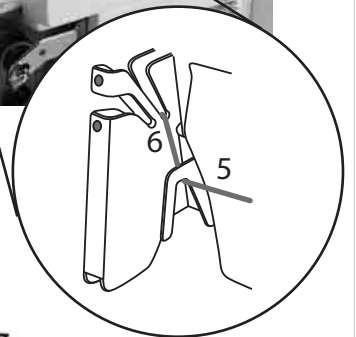

Rys.26
3. Przytrzymaj nitkę palcami, wsuń ją między tarcze nastawnika naciągu nitki 15, a następnie pociągnij nitkę w dół (3) (rys. 26).